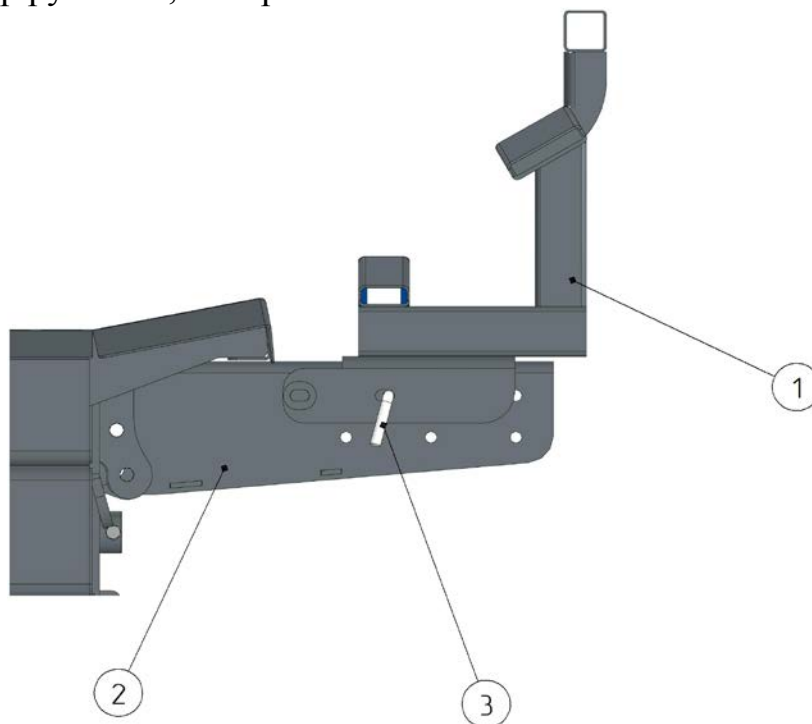

Рисунок 8.5
Борта настраиваются в зависимости от диаметра рулона. Передвигается борт (1) по направляющим (2) с фиксацией пальцем (3) (Рисунок 8.5) в нужном положении.